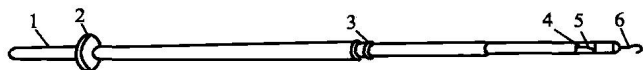

图 1-3 10kV 高压验电器
① 使用前，先要在有电的导体上检查电笔是否正常发光，检验其可靠性。
② 在明亮的光线下往往不容易看清氖泡的辉光，应注意避光。
③ 电笔的笔尖虽与螺丝刀形状相同，它只能承受很小的扭矩，不能像螺丝刀那样使用，否则会损坏。
④ 低压验电器可以用来区分相线和零线，氖泡发亮的是相线，不亮的是零线。低压验电器也可用来判别接地故障。如果在三相四线制电路中发生单相接地故障，用电笔测试中性线时，氖泡会发亮；在三相三线制线路中，用电笔测试三根相线，如果两相很亮，另一相不亮，则这相可能有接地故障。
⑤ 低压验电器可用来判断电压的高低。氖泡越暗，则表明电压越低；氖泡越亮，则表明电压越高。
(2) 高压验电器。高压验电器又称为高压测电器。主要类型有发光型高压验电器、声光型高压验电器。发光型高压验电器由握柄、护环、紧固螺钉、氖管窗、氖管和金属探针(钩)等部分组成。如图 1-3 所示为发光型 10kV 高压验电器。